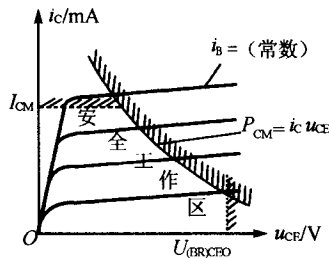

图 14.15
(3) 用其模型代替 D_z , 得等效电路图 14.15(b)。
解: P_{CM} 、 I_{CM} 、 $U_{(BR)CEO}$ 是三极管的三个极限参数, 在使用中均不得超过。否则, 管子或因过热而烧毁, 或因 I_C 太大而使放大能力下降, 或因过电压而被击穿。由 P_{CM} 、 I_{CM} 和 $U_{(BR)CEO}$ 决定的安全工作区域如图14.15。